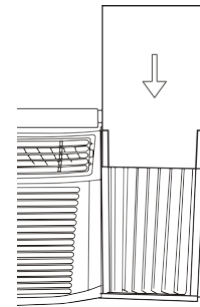

Figura 22
Paso 3 Deslice el panel de aislamiento R1 en la cortina lateral con el lado que tiene el patrón hacia el interior (Figura 22).